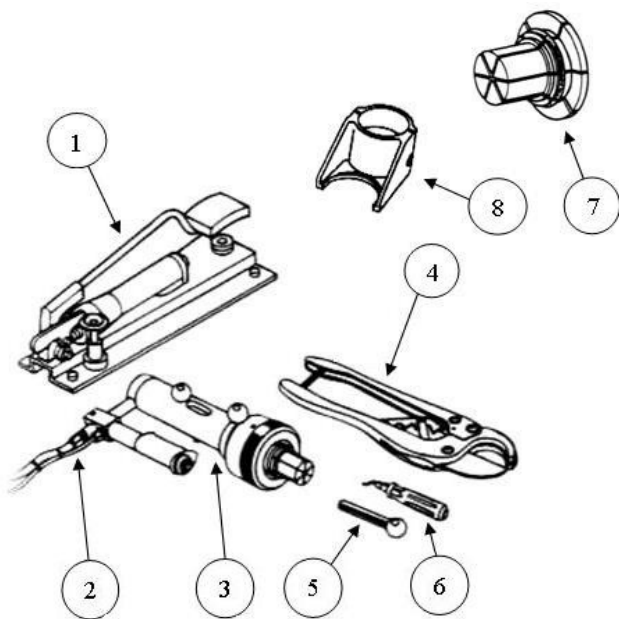

Рис. 3. Механико-гидравлический инструмент Н/Г1
2.1.2. Механико-гидравлический инструмент Н/Г1 для монтажа соединений с помощью подвижных гильз и принадлежности к нему (см. рис. 3). Применяется для монтажа труб РЕ-Х-а Ø40-110 мм.